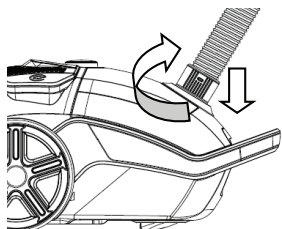

Fig. 1
Aliniați și introduceți capătul de blocare tip baionetă al furtunului de aspirație (16) în priză furtunului de aspirație (4) de pe capacul frontal și rotiți-l în sensul acelor de ceasornic pentru a bloca strâns dispozitivul de blocare tip baionetă (Fig. 1).